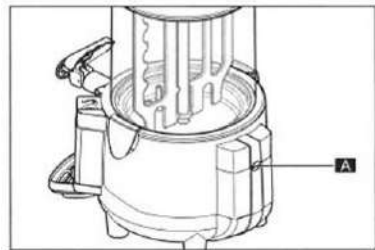

Abb. 2
4. Entfernen Sie mit einem geeigneten Werkzeug die Sicherungsschraube (A) (Abb. 2).